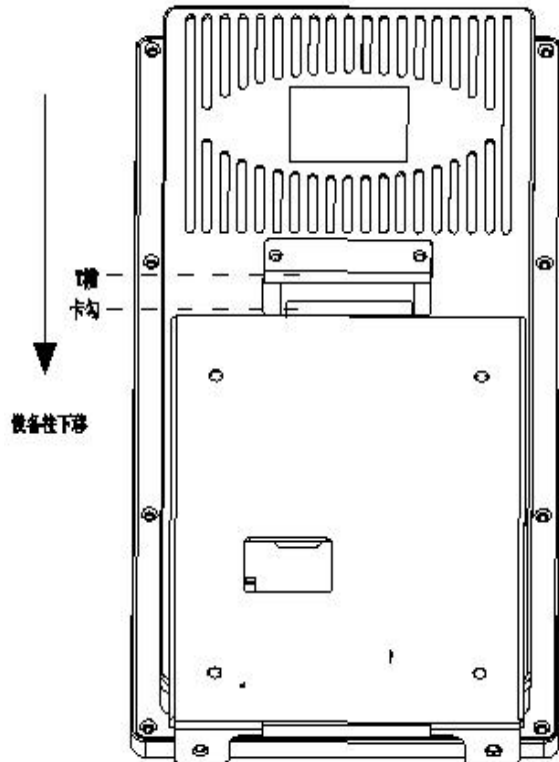

图 4-1
- 1、 把连接好的网线和电源线等整理好后，将门禁设备往金属挂墙板上靠，设备往下移动，使得挂墙板卡勾完全卡入设备 T 槽内。如图 4-1 所示